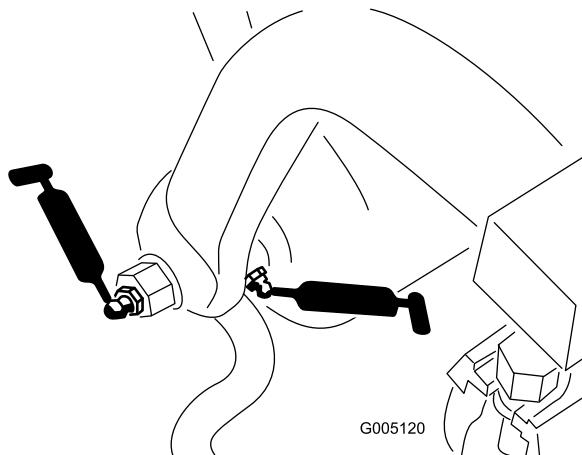

Figure 28
- Axe et rouleau de bâti de traction (12) (Figure 28)